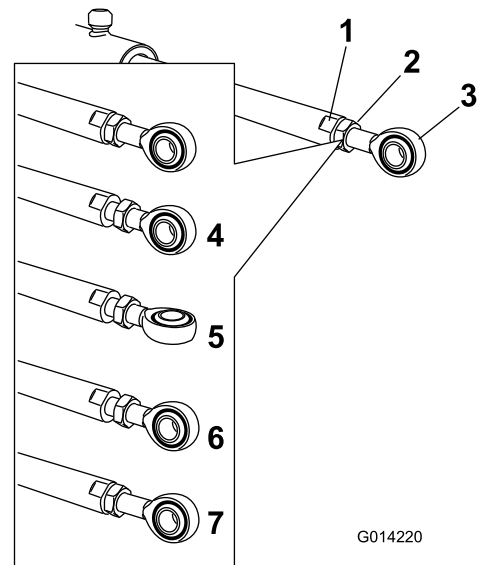

Bild 84
5. Arretieren Sie die flachen Seiten der Aktuatorstange mit einem Schraubenschlüssel und lösen Sie dann die Klemmmutter, damit Sie die Ösenstange manipulieren können (Bild 84).
6. Drehen Sie die Ösenstange in der Aktuatorstange, um den ausgefahrenen Aktuator auf die gewünschte Stellung zu verlängern oder zu verkürzen (Bild 84).